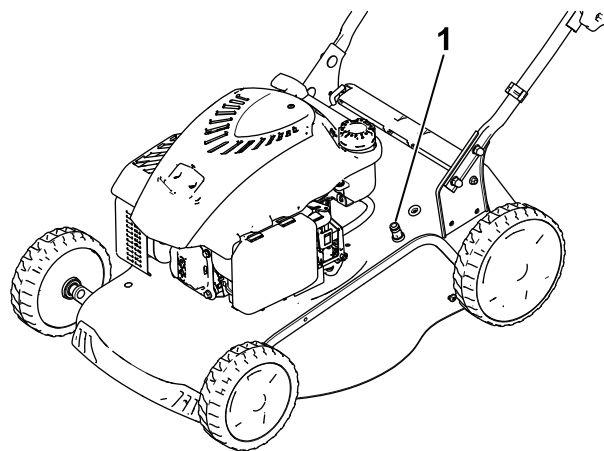

Figura 18
5. Ligue uma mangueira de jardim, ligada a uma torneira, à porta de lavagem rápida (Figura 18).